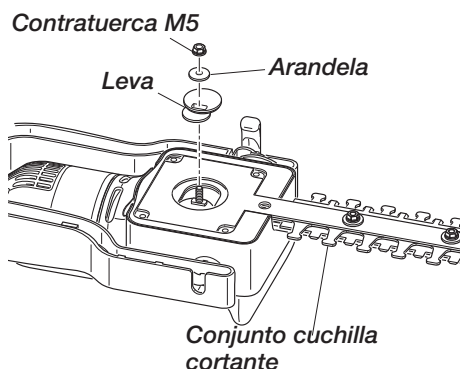

Figura 18 - Retiro de la leva
3. Retire la contratuerca M5 y arandela de la leva (Vea la Figura 18)
4. Alinee la leva con el conjunto cuchilla de corte. Retire la leva (vea la Figura 18).